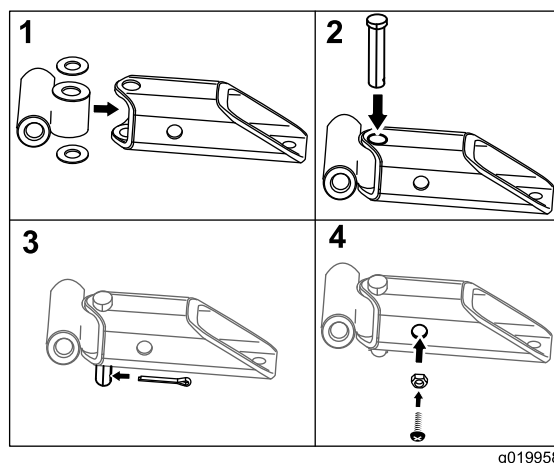

Figura 4
- Fate scorrere il cavallotto con perno attraverso la parte superiore del tubo orientabile, la prima rondella, il gancio, la seconda rondella e la parte inferiore del tubo orientabile (Figura 4, Riquadro 2).
- Fissate con la coppiglia (Figura 4, Riquadro 3).
- Posizionate ogni bullone a testa tonda (1/2 poll.) in un controdado (1/2 poll.) (Figura 4, Riquadro 4).
- Inserite ogni bullone a testa tonda sul lato del tubo orientabile (Figura 4, Riquadro 4).
- Posizionate le 2 rondelle a spinta su ogni apertura del gancio e inseritelo nel tubo orientabile (Figura 4, Riquadro 1).